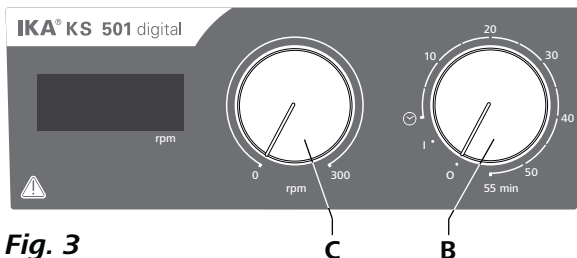

Fig. 3
- ☞ Du slår på apparatet ved å dreie bryteren „**på/av**“ og „**tidsur**“ (**B**, se **Fig. 3**) med klokken til posisjonen „1“.
- ☞ Du slår på apparatet ved å dreie bryteren „**på/av**“ og „**tidsur**“ (**B**, se **Fig. 3**) med klokken til posisjonen „☺“.
- ☞ Still inn motorturtallet med dreiebryteren „**turtall** (rpm)“ (**C**, se **Fig. 3**). Motorturtallet kan justeres fra 0 til 300 opm.